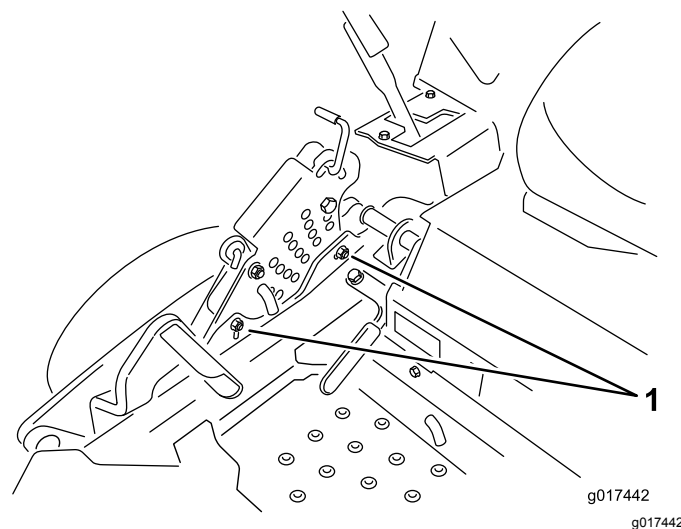

Figura 79
12. Para ajustar el sistema de ajuste de un solo punto, afloje los 2 pernos situados cerca del borde inferior de la pletina de altura de corte (Figura 79).
14. Apriete los 2 pernos en el borde inferior de la pletina de altura de corte (Figura 79).